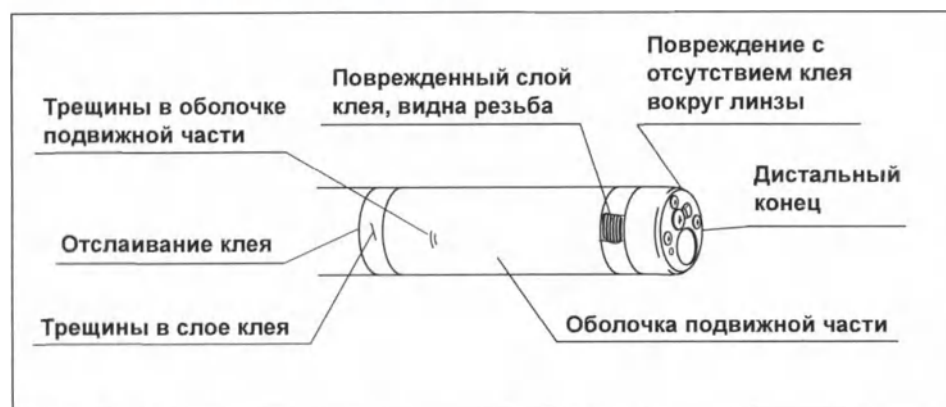

Рисунок 3.4
- Компания Olympus подтвердила наличие ухудшений при выполнении указанного количества циклов стерилизации. В случае превышения количества циклов стерилизации данного эндоскопа (См. табл. 3.15) могут возникнуть ухудшения, показанные на Рис. 3.4. В таком случае требуется произвести техническое обслуживание. За дополнительными сведениями обращайтесь в компанию Olympus.